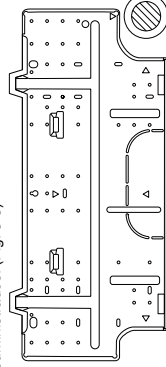

Fig. 3-8
- (1) Fije el panel posterior a la pared con los 8 tornillos suministrados. (Fig. 3-8)